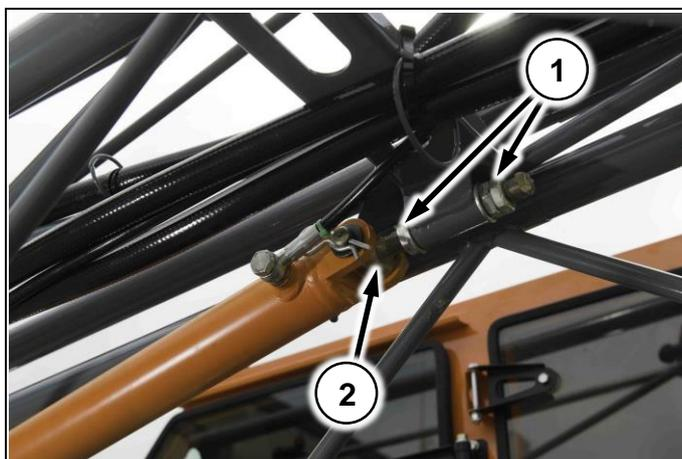

Рис. 134
2. Расконтрите гайки (Рис. 134/1) до того момента пока болт (Рис. 134/2) не будет свободен